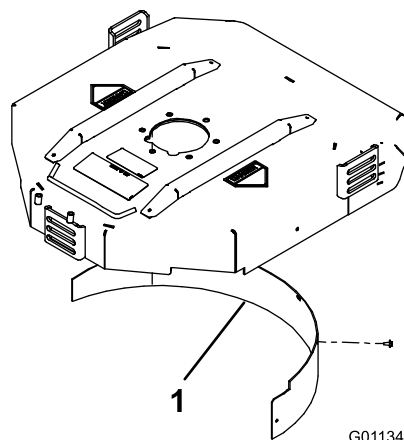

图12
- 将碎草隔板装入后开口内，并使用 5 个凸缘头螺栓进行固定（图12）。